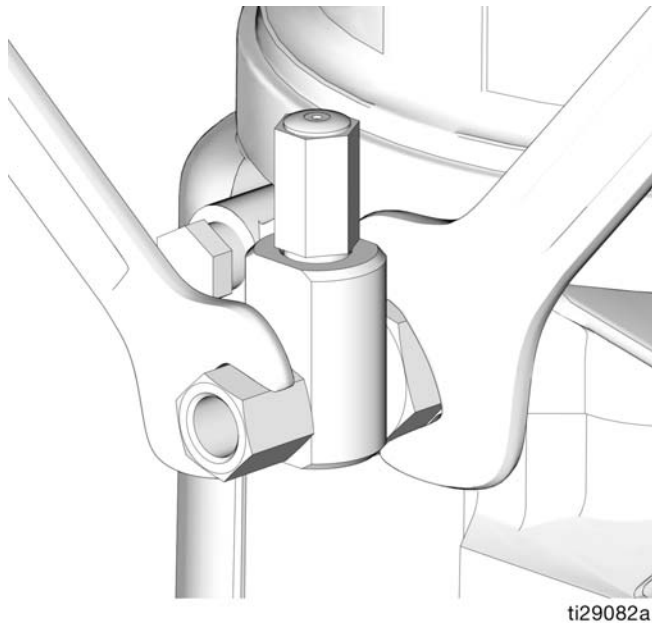

ABB. 26
1. Lösen Sie die Verschraubung vom Pumpenelement (ABB. 26).
3. Ziehen Sie die Pumpenelementverschraubung mit zwei gekonterten Maulschlüsseln an (ABB. 26).